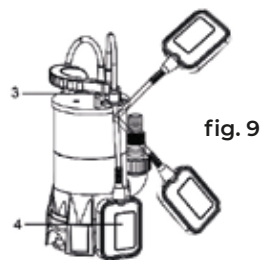

fig. 9
- Asegúrese de que el interruptor de flotador (4) tenga siempre suficiente espacio libre y no esté permanentemente activado. Esto podría evitar que el apagado automático provoque que el dispositivo se seque. Esto dañaría la bomba.
- Asegúrese de que el interruptor de flotador (4) pueda moverse libremente y no sufra una movilidad limitada causada por obstáculos.
- Mantenga una distancia suficiente entre el interruptor de flotador (4) y el dispositivo de bloqueo del interruptor de flotador (3), ya que esto podría evitar que el apagado automático provoque el secado del dispositivo.
- Asegúrese de que la posición del interruptor de flotador (4) esté ajustada de manera que no quede plano en el suelo. Esto podría evitar que el apagado automático provoque que el dispositivo se seque.
Si es necesario, bloquee el interruptor de flotador (4) en la posición deseada empujando el cable en el dispositivo de bloqueo del interruptor de flotador (3) al costado de la bomba (ver figura 8), cuando el interruptor de flotador esté en una cierta cantidad-nivel de agua, se iniciará o apagará automáticamente. (ver fig. 9)